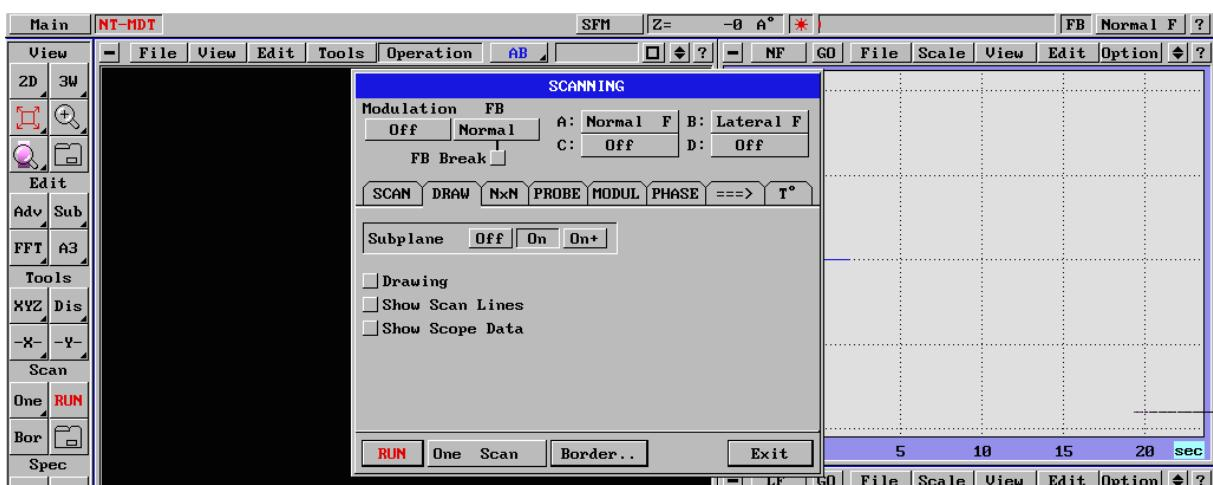

Fig. 182
- Drawing - off (Fig. 182)
- Subplane - on (Fig. 182)